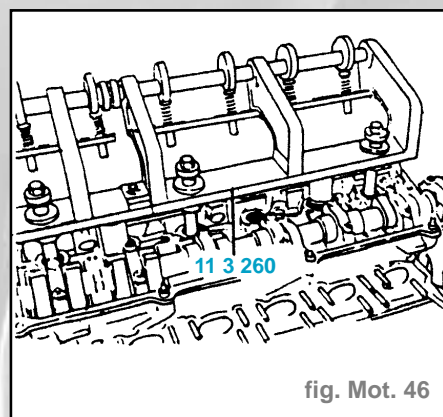

fig. Mot. 46
- Poser le dispositif et le visser sur les taraudages pour bougies d'allumage (fig. Mot. 46).